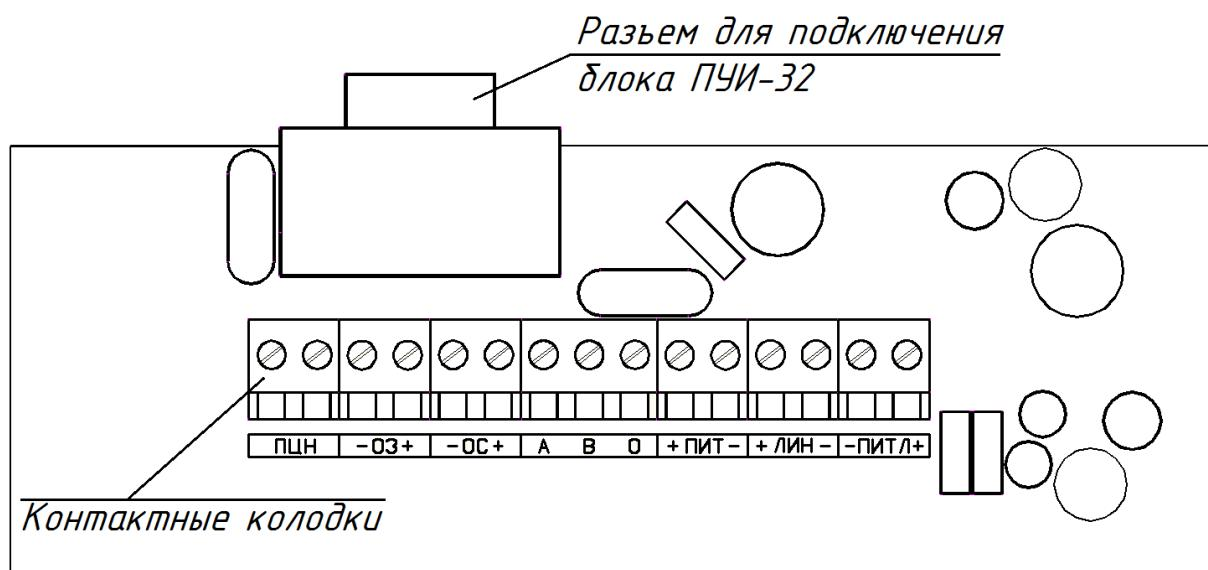

Рисунок 3 – Плата КР-ПУИ-1
1.7.3 На плате КР-ПУИ-1 под крышкой коммутационного отсека расположены контактные колодки, предназначенные для подключения внешних цепей (ПЦН, ОЗ, ОС, питания и линии связи с сетевыми устройствами и АдУ), а также разъём для подключения основного блока (см. рисунок 3).